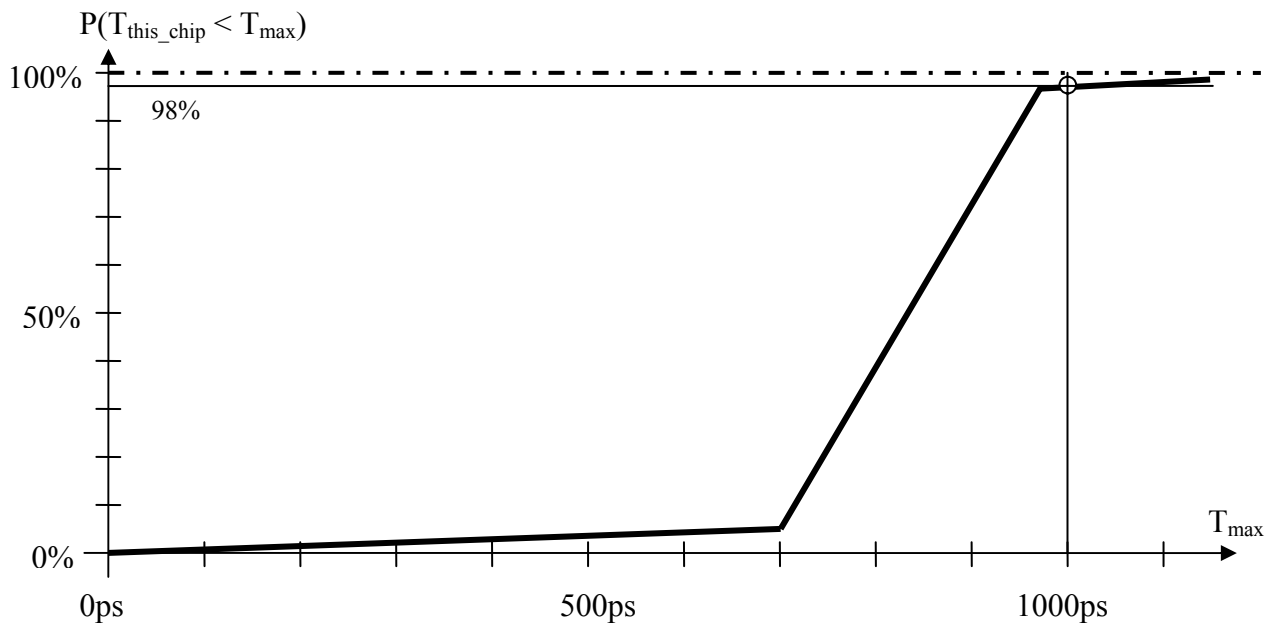

Abbildung 3.1
Gegeben sei ein CPU-Chip, der nominal bei 5V Versorgungsspannung, 20°C Umgebungstemperatur und 1GHz arbeitet und dabei eine Die-Temperatur von 80°C erreicht. Abbildung 3.1 zeigt eine Näherung für die (kumulative) statistische Verteilung des Delays im kritischen Pfad, wie sie vom Hersteller ermittelt wurde. Wie man erkennt, ist das Design so ausgelegt, dass trotz der fertigungsbedingten Variationen 98% der gefertigten Chips funktionieren. Bei den restlichen 2% seien die Delays im kritischen Pfad (inklusive Setup/hold time) größer als die Periodendauer von 1000ps, sodass Probleme beim Timing auftreten. Diese Chips wurden beim Test ausgeschieden.
- Würde man den Chip um 25% höher takten – wie groß wäre dann der zulässige Delay? Wie hoch wäre damit nach Abbildung 3.1 der Prozentsatz der auszuschneidenden Chips?